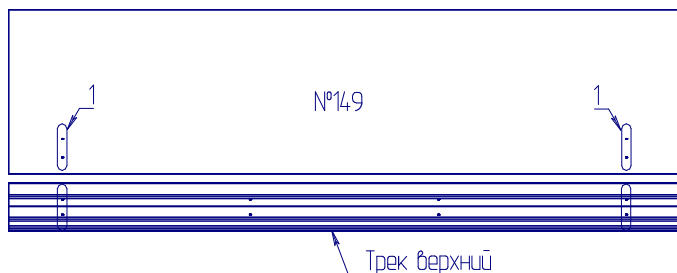

Рис.1
1. Совместить трек компл.№76 (О) с деталью №149 по существующим отверстиям 1 (рис.1). Закрепить трек с помощью компл.№76 (П).